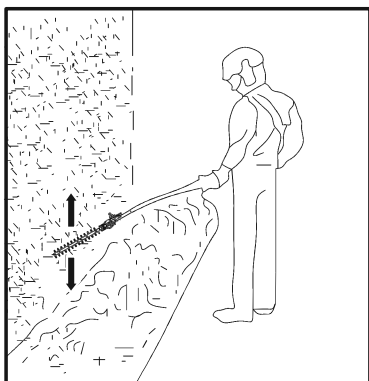

Fig. 39
1. Certifique-se de que a cobertura da lâmina do aparador de sebes (31) foi removida e de que a bateria (40) está montada antes da utilização.
4. Monte o cabo extensor (5) para obter um longo alcance, se necessário.
6. Segure sempre firmemente o produto com ambas as mãos, pelas pegas principal (11) e auxiliar (7). Nunca utilize o produto com apenas uma mão.
8. Primeiro, corte de ambos os lados, partindo da parte inferior em direção à parte superior. Isto impede a queda de plantas cortadas no percurso da área ainda a ser cortada (Fig. 39).